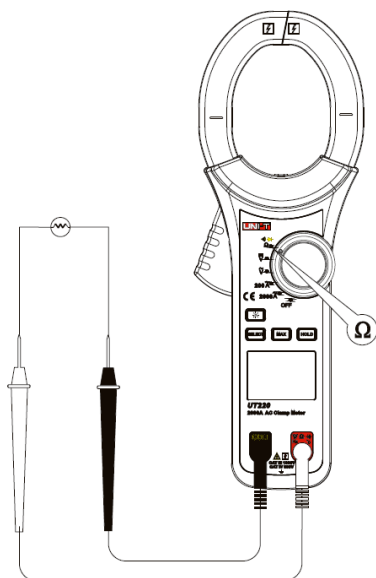

Figura 5
3. MEDICÃO DE RESISTÊNCIA (Ω) (VER FIGURA 5)